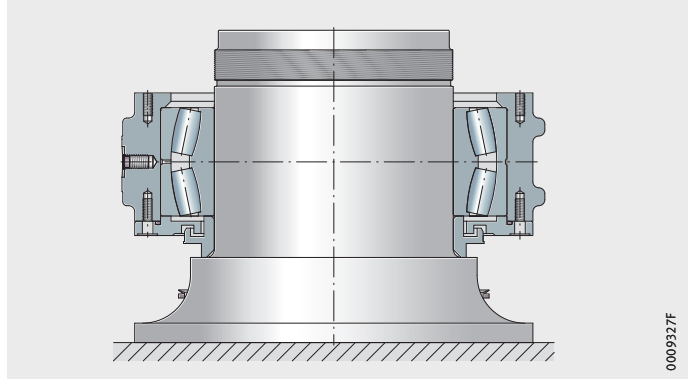

图 12
- ▶ 将加热后的轴承座吊装至冷却后的轴承上，并确保其与主轴保持同轴，*图 12*。避免对轴承座端盖和迷宫密封环造成任何损坏。